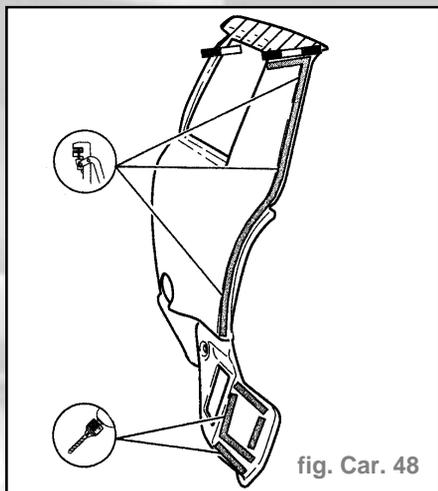

fig. Car. 48
- Reporter la ligne de coupe sur la pièce neuve en prévoyant **10 mm** supplémentaires pour un ajustage par recouvrement et découper la zone hachurée (fig. Car. 48).